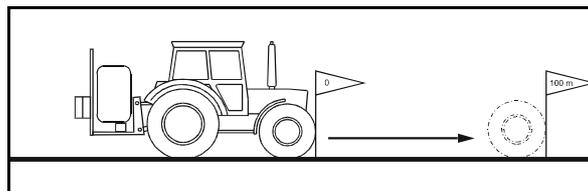

Рис. 42
2. Промаркируйте начальную и конечную точку контрольного участка (Рис. 42).